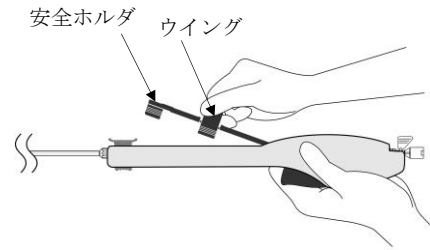
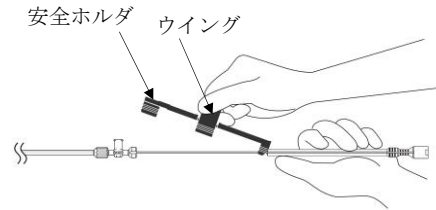

図10-1
図10-2
- (5)ステントを展開する前に、ステントの誤留置を避けるためにデリバリーシステム全体のたるみを取り除き、可能な限り真っ直ぐに保つ。さらに、ハンドルを軽く引き、デリバリーシステムを真っ直ぐにしたまま、動かないように維持する。
- (6)ステントを展開する直前に、赤色の安全ホルダの中央にあるウイングをつまみ上げデリバリーシステムから取り外す（図10-1、図10-2）。